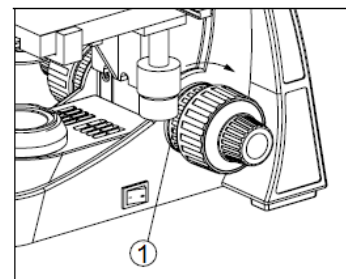

Fig. 3 Freno di arresto
- Per risolvere i seguenti problemi, regolare il freno di arresto (1): il meccanismo di messa a fuoco grossolana non è facile da ruotare, si perde lentamente la messa a fuoco sul preparato, il tavolino portaoggetti scivola via (ved. fig. 3).